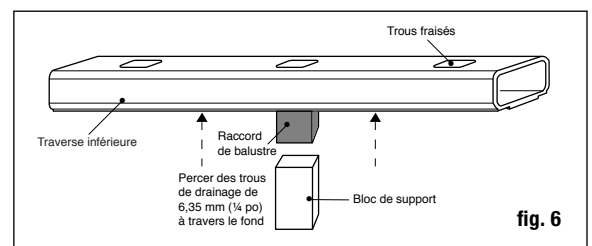

fig. 6
**Étape 7** Trouvez le centre de la base de la traverse du bas et fixez le raccord de balustre inclut avec le bloc de support, en utilisant les vis fournies. Vérifiez les exigences du code de la construction quant à l'espacement maximum entre la surface de la terrasse et le bas de la traverse (balayage); nous recommandons 7,6 cm (3 po), mais peut être moindre si désiré. Si nécessaire, coupez le bloc de support à la hauteur désirée (fig. 6). **Percer deux trous de drainage de 6,35 mm (1/4 po) à travers le fond de la traverse pour éviter que l'eau ne soit coincée. Centrer les trous de drainage entre les deux emplacements de balustres car le balustre peut bloquer le passage et empêcher l'eau de se drainer correctement.**